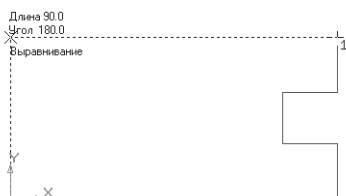

Рис. 36
- вызовите щелчком ПКМ локальную привязку **Выравнивание** и зафиксируйте следующий отрезок (рис. 36);